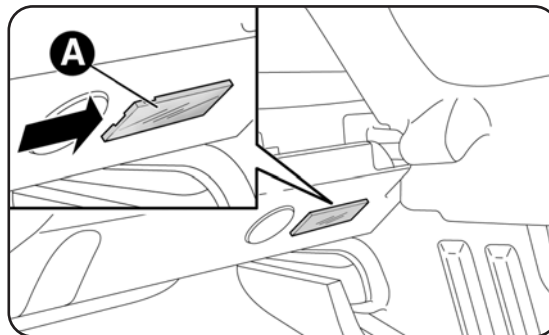

fig. 33
- ouvrir le coffre et extraire le plafonnier A-fig. 33 en utilisant le point indiqué par la flèche;
- remonter le plafonnier A-fig. 33 en l'engageant dans la bague d'abord d'un côté et ensuite en poussant sur l'autre côté jusqu'au déclic de blocage.